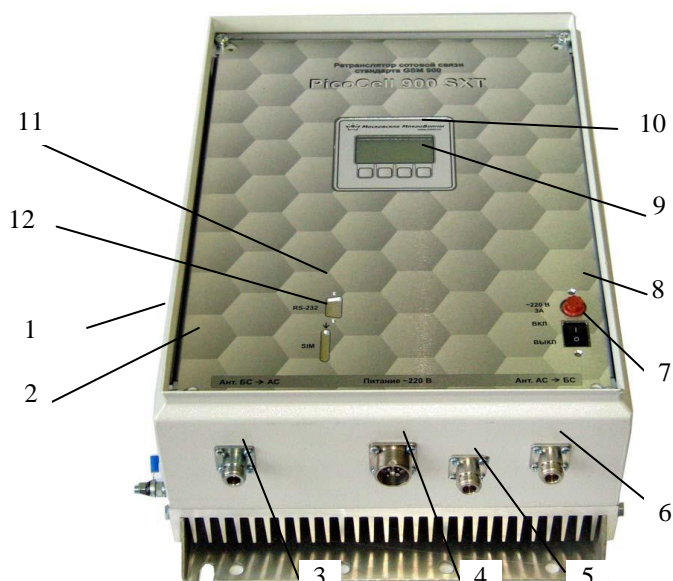

Рис.1 Ретранслятор PicoCell 900 SXT (без крышки)
Внешний вид ретранслятора PicoCell 900SXT показан на рис.1.
3.2.3. Присоедините разъемы кабелей от антенн к соответствующим разъемам ретранслятора (см. рис.1). Внутренние поверхности ВЧ разъемов должны быть чистыми. В случае попадания пыли или влаги внутрь ВЧ разъемов следует перед подсоединением протереть их ветошью или ватным тампоном, смоченным чистым спиртом.